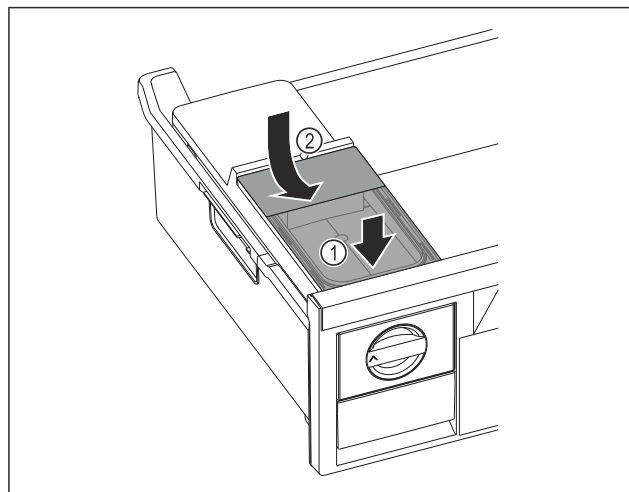

Fig. 72
- Nasadte vpředu nádržku na vodu Fig. 72 (1)
- Spusťte nádržku na vodu vzadu dolů Fig. 72 (2)